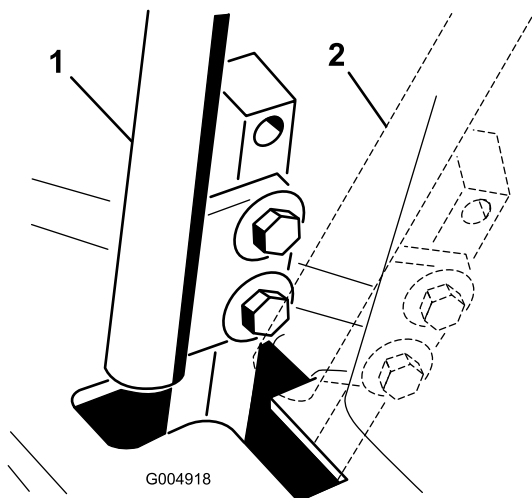

**Figura 63**
5. Tirate indietro la leva finché il cavallotto con testa (sul braccio sottostante l'albero di articolazione) non tocca l'estremità della scanalatura (inizia a premere sulla molla) (Figura 63).
- Se occorre regolare, allentate il dado e il controdado contro la forcella (Figura 63).
- Premete leggermente indietro la leva di comando del movimento e girate la testa del bullone di regolazione nella direzione opportuna finché la leva di comando non si trova al centro, in posizione di bloccaggio in folle (Figura 63).
- Serrate il dado e il controdado (Figura 63).
9. Serrate i controdadi dei giunti a sfera (Figura 63).